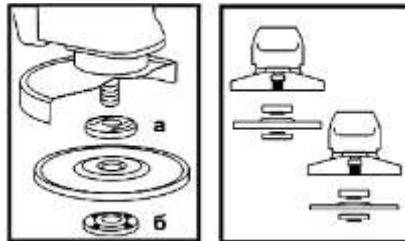

Рисунок 2
4.4 Встановіть на виріб шліфувальний або відрізний круг. Для цього натисніть на кнопку фіксації шпинделя (1) і перевірте його до такого положення, при якому він зафіксується. За допомогою вилочного ключа з комплекту виробу відверніть і зніміть затискну гайку (б) (дивіться рисунок 2). Встановіть шліфувальний диск на посадкове місце фланцевої шайби (а) (рисунок 2), наживіть рукою затискну гайку на шпindel і затягніть її ключем з комплекту приладу.